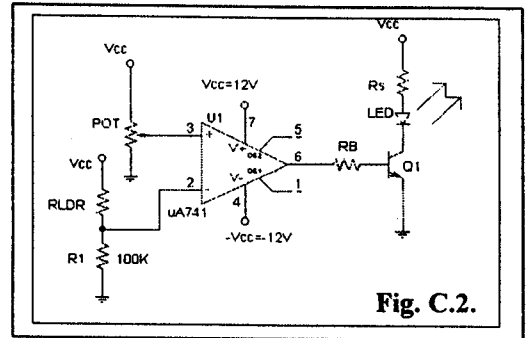

Fig. C.2.
5.- La función del amplificador operacional en el circuito de la Fig.C.2 es